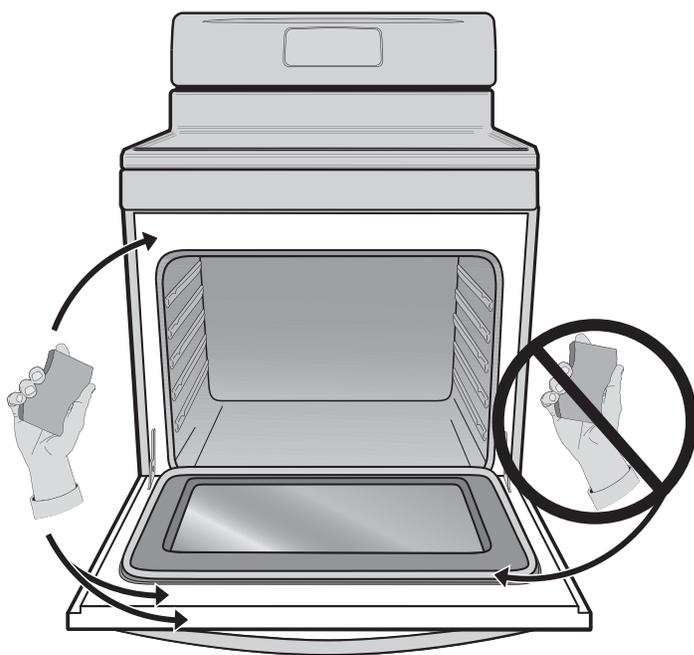

Fig. 1
- **NE NETTOYEZ PAS** le joint de la porte (fig. 1). Ce joint tissé est essentiel à la bonne étanchéité du four. Prenez soin de ne pas frotter, endommager ni retirer le joint.
- Nettoyez la saleté qui se trouve sur le cadre de la porte du four, autour du joint et la petite surface située au centre, à l'avant de la sole du four. Ces zones chauffent suffisamment pour que la saleté y brûle. Nettoyez-les avec de l'eau et du savon. Ces zones sont indiquées en blanc sur la figure 1.